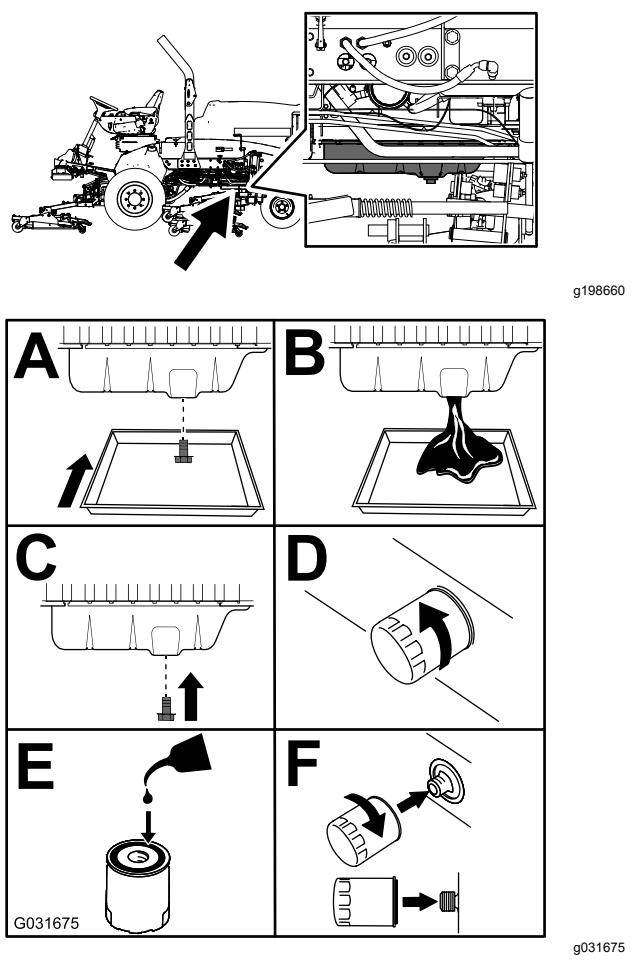

Figura 46
3. Sostituite l'olio motore e il filtro (Figura 46).